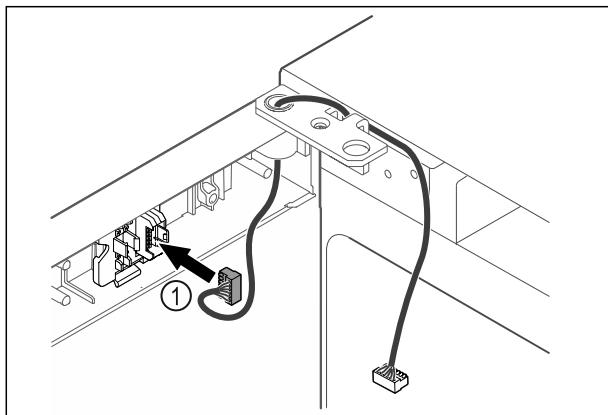

Fig. 48
- Utaknite utikač Fig. 48 (1) u držać utikača.